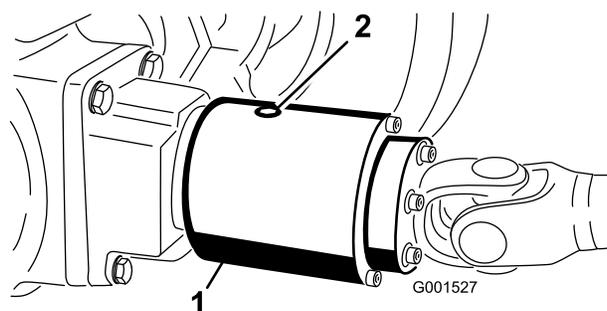

図 65
2. 点検プラグが4時の位置にくるようにクラッチ 図 65 を回す。